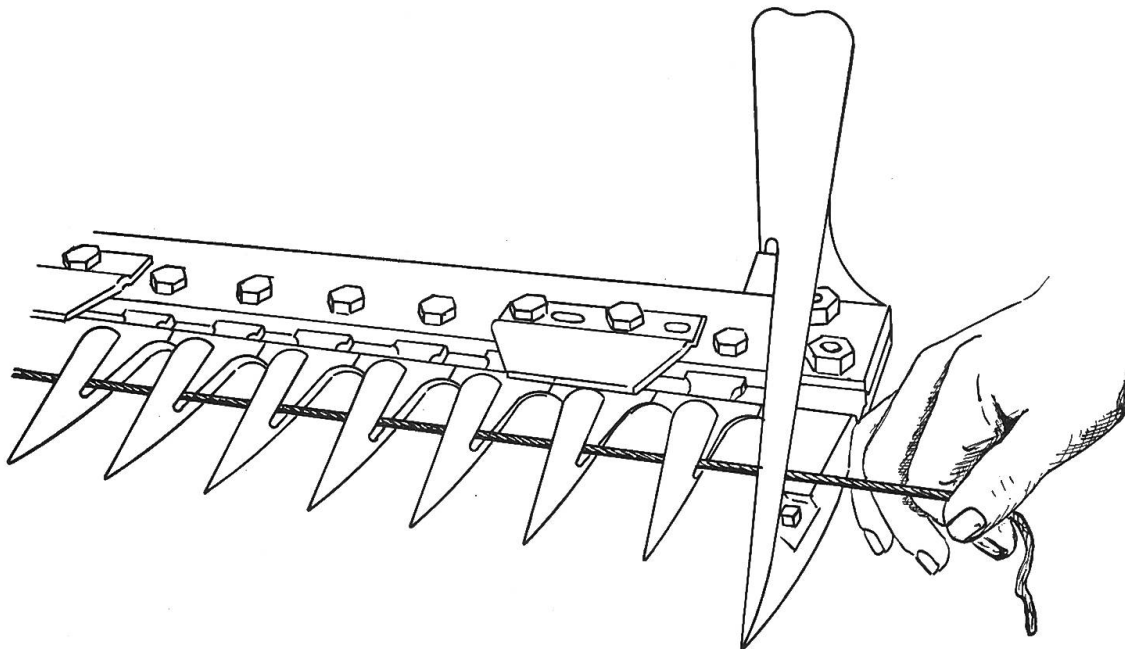

Fig. 5: Contrôle de l'alignement des doigts avec une ficelle tendue, permettant de voir ceux qui sont trop bas.
3. Examiner si des doigts sont trop bas au moyen d'une ficelle tendue (fig. 5) et les ajuster au besoin avec le marteau.